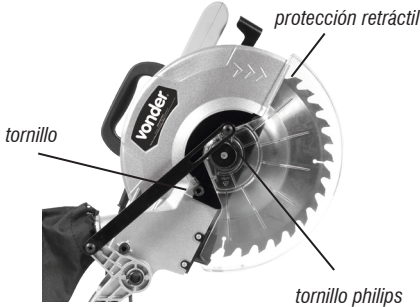

Fig. 9 – Procedimiento para cambiar la cuchilla de sierra
1. Mantenga la máquina en la posición límite superior (Fig. 9);
4. Apriete el botón de traba del eje (13) (fig. 9), y con la llave que acompaña la máquina suelte el tornillo del eje de la sierra.
6. Posicione la tapa de la protección retráctil (fig. 9);